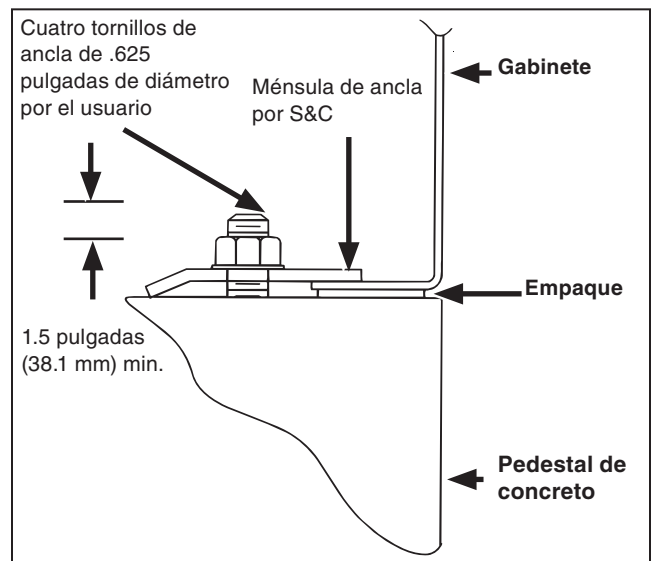

Figura 18. Detalle de la ménsula de anclaje.
PASO 7. Fije el tanque a la plataforma con las ménsulas de anclaje suministradas con la unidad. Ver Figura 18 en la página 15.
PASO 12. Fije el gabinete a la plataforma de montaje con las ménsulas de anclaje suministrada con la unidad. Ver Figura 18.